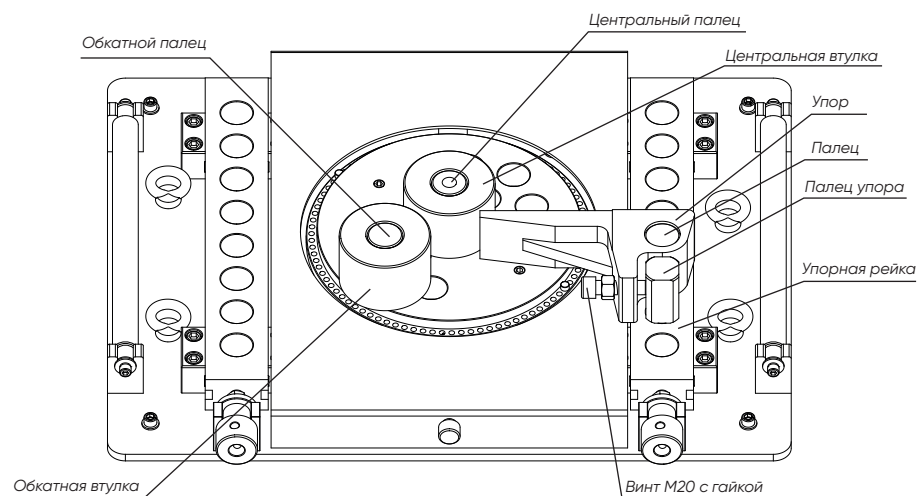

Рис. 3. Схема расположения гибочных приспособлений (VPK Г-55 / VPK Г-60)
- установите упор в упорную рейку. Упор необходимо зафиксировать при помощи пальца упора и винта М20 с гайкой (для станка ВРК Г-55 / ВРК Г-60) (см. рис. 3). Для гибки больших диаметров арматуры рекомендуется использовать обкатные втулки;